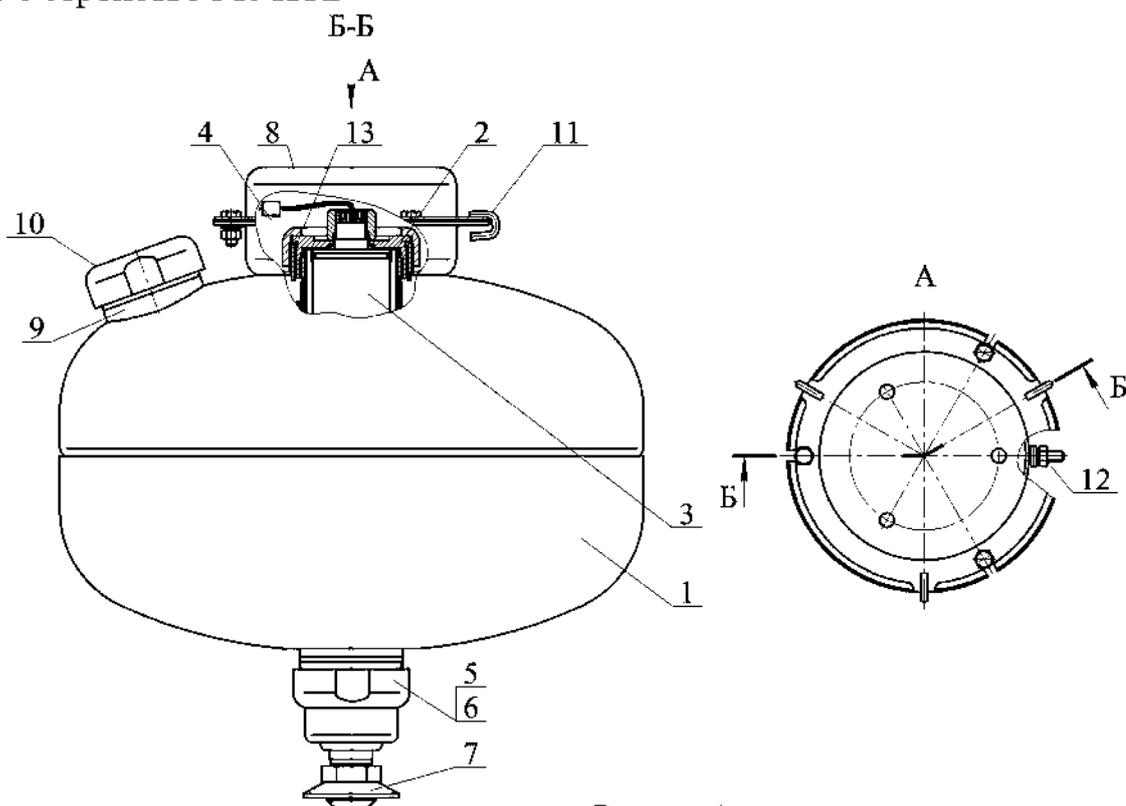

Рисунок 1
4.1.1 МУПТВ (см. рисунок 1) состоит из корпуса 1, заправленного ОТВ, в котором размещено газогенерирующее устройство 2. В герметичный корпус газогенерирующего устройства установлен ИХГ 3 с элементом электропусковым 4. Нижняя горловина корпуса некрывается срезной мембраной 5, которая поджата гайкой 6. С гайкой 6 через фильтрующий элемент соединен насадок-распылитель 7. В верхней части корпуса расположены кронштейн 8 для крепления к потолочному перекрытию, горловина 9 для заливки ОТВ и предохранительный клапан 10. Для фиксации МУПТВ при монтаже на кронштейне 8 закреплены три скобы 11. МУПТВ имеет заземляющий зажим 12.
4.2.1 После подачи электрического импульса на выводы элемента электропускового 4 (см. рисунок 1) ИХГ 3 генерирует газ, который создает давление внутри корпуса МУПТВ для вскрытия мембраны 5 и выпуска через насадок-распылитель 7 в зону горения тонкораспыленной струи ОТВ.
6.3 Закрепить кронштейн 8 (см. рисунок 1) на потолке. Координаты отверстий в кронштейне приведены на рисунке 4.
6.6.1 Залить в отверстие горловины 9 (см. рисунок 1) корпуса МУПТВ $13,2^{+0,15}$ дм³ воды питьевой ГОСТ Р 51232-98, открыть емкость с ингибитором коррозии и добавить его в заполненный водой корпус.
6.7 Пакрутить до упора насадок-распылитель 7 (см. рисунок 1).
7.4 Комплект поставки для перезарядки МУПТВ (см. рисунок 1):